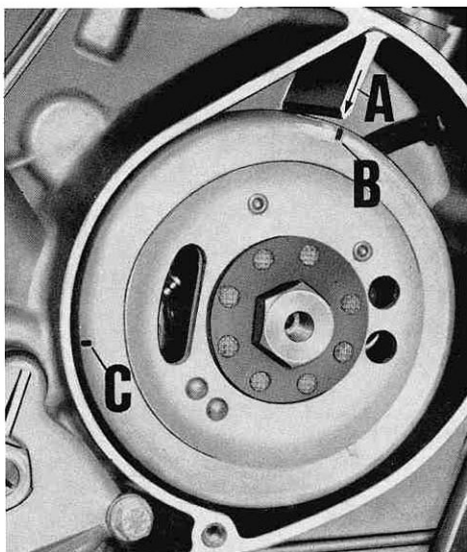
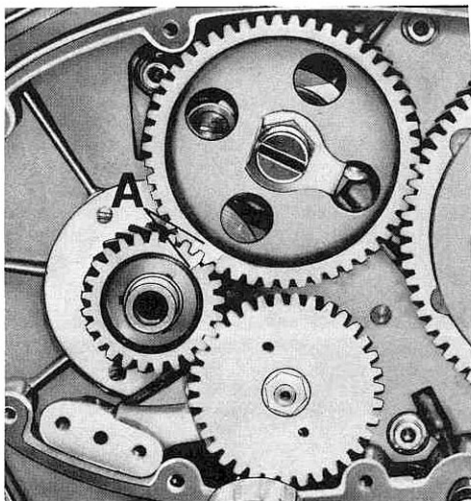

Fig. 54
Fig. 55
- ruotare il volano magnete quel tanto da portare la freccia (A) stampigliata sulla periferia del volano in corrispondenza della freccia (B) stampigliata sul basamento motore (vedere fig. 54).
- tracciare sulla periferia del volano il segno (C). Questo segno si trova partendo dalla freccia (A) in senso antiorario di mm  $120 \div 122$ ;
- ruotare di nuovo il volano in senso orario quel tanto da portare il segno (C) in corrispondenza della freccia sul basamento motore (A); a questo punto la valvola di scarico deve dare inizio all'apertura. Messo così a punto lo scarico anche l'aspirazione si trova in fase.
A questo punto (accertandosi che l'ingranaggio della distribuzione non ruoti in nessun senso), montare il pignone inserendo in una delle tre cave la chiavella montata sull'albero motore e segnare provvisoriamente i tre denti incastrati (vedere fig. 55) indi controllare la fase distribuzione; se con i segni sul volano "C e A" di fig. 54 in corrispondenza, i due denti dell'ingranaggio della distribuzione non fossero incastrati perfettamente sul dente del pignone motore (vedere fig. 55) occorrerà levare il pignone motore ed agire sulle altre due cave del pignone fino ad ottenere la perfetta fasatura, indi segnare i due denti dell'ingranaggio della distribuzione e il dente del pignone motore.